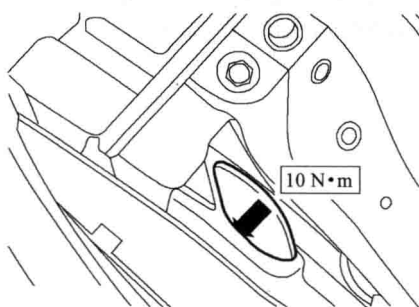
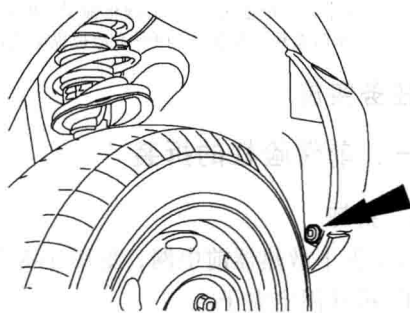

图 1-11 拆下前保险杠左侧固定螺栓
图 1-12 拆下前保险杠
(6) 拆下前保险杠左侧固定螺栓, 如图 1-11 所示。
(7) 拆下两侧雾灯电线插头。
(8) 从两侧挡泥板拆下前保险杠, 如图 1-12 所示。